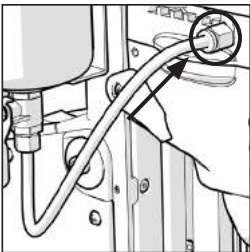

Abb. 3a
**Hinweis:** Um den Druckschlauch vom Schnellanschluss (Abb.3a) zu lösen, drücken Sie den Bund in Richtung der Messingverschraubung und ziehen Sie den Druckschlauch ab.